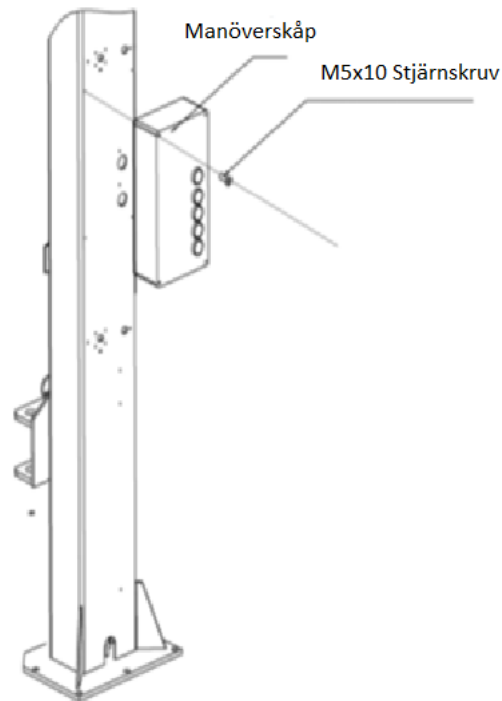

Fig. 17
1. Montera Montera Manöverskåpet på Manöverpelaren.fig 17